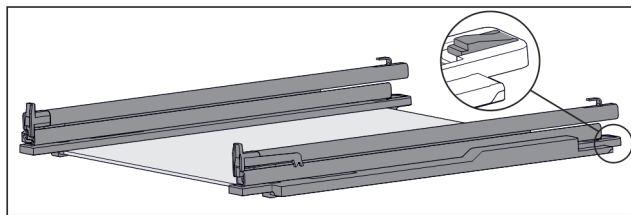

Fig. 125 Стъклена плоча с релси и задържащи части
- ▶ Натиснете надолу задържащата част отзад (виж Fig. 125) и едновременно с това избутайте релсата назад.